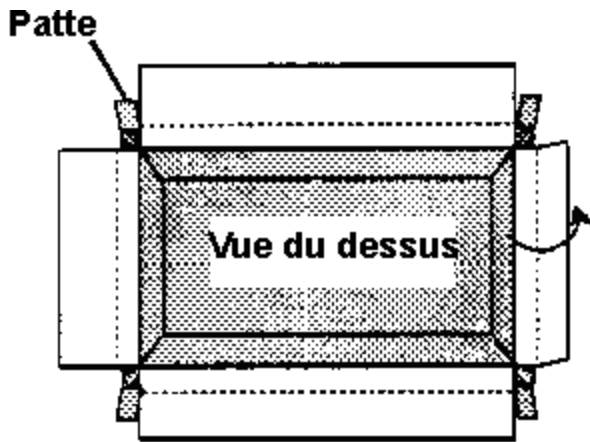

Figure 5
6. Placez une plus petite boîte (intérieure) dans l'ouverture constituée par le recouvrement jusqu'à ce que les rabats de la plus petite boîte soient à l'horizontale et affleurent le dessus du recouvrement (voir la figure 5). Placez du papier de journal froissé entre les deux boîtes pour l'appui.